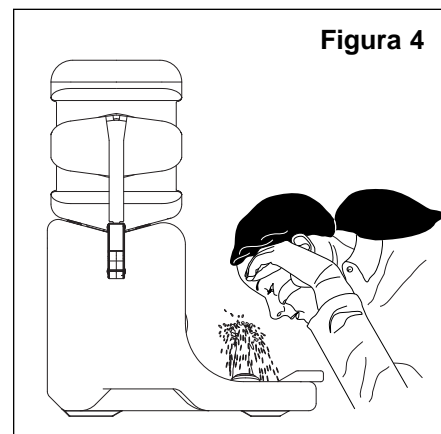

Figura 4
1. Inicie la operación empujando la bandeja hacia abajo. **UNIDAD CON CAMISA CALENTADORA OPCIONAL:** Tire de la solapa frontal hacia abajo y hacia afuera. Esta acción debe activar los rociadores de agua automáticamente (Figura 4).